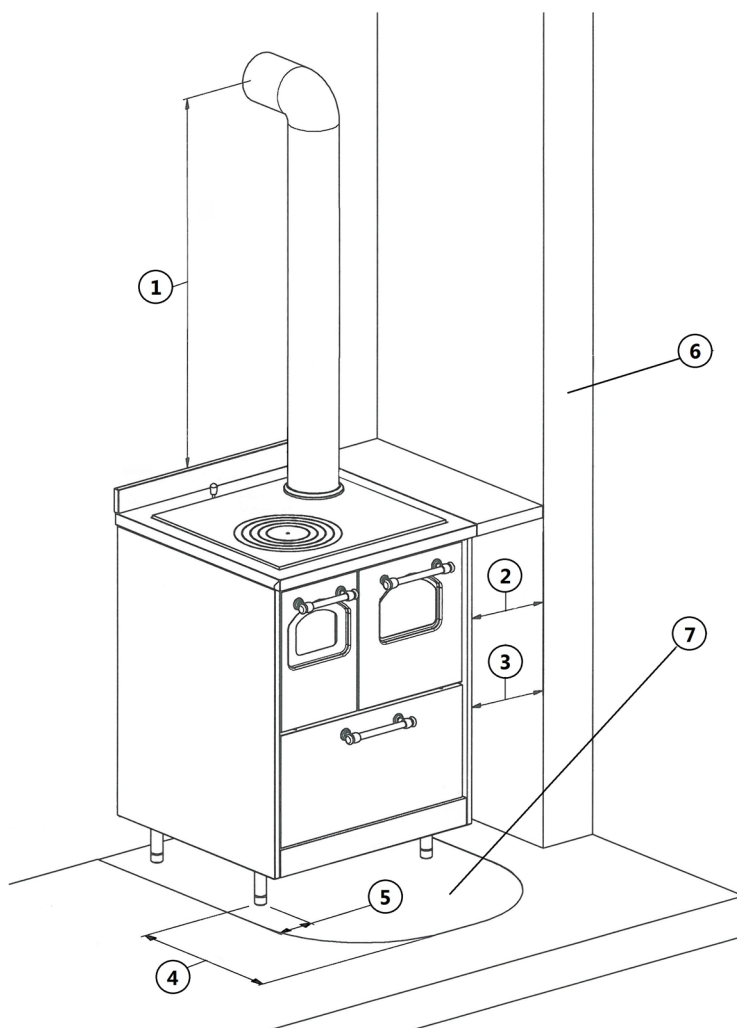

Fig. 25 - Distanze dalle pareti
LEGENDA Fig. 25 a pag. 24
- Negli ultimi due casi, la parete laterale, sovrastante il piano cottura, deve stare ad una distanza minima (vedi **Fig. 25 a pag. 24**) dal bordo della stufa.
- Se il pavimento è costituito da materiale combustibile, si deve realizzare una protezione (piastra acciaio, refrattario, marmo...) in materiale incombusto. Per le dimensioni della protezione vedi **Fig. 25 a pag. 24**.